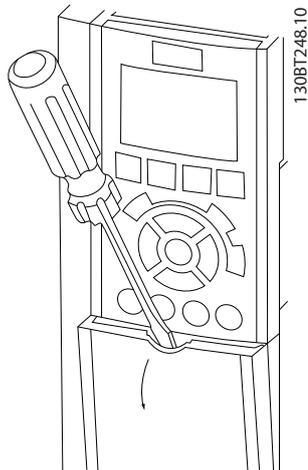

Abbildung 2.9 Zugriff auf Steuerklemmen in den Gehäusen A2, A3, B3, B4, C3 und C4
- Entfernen Sie die Abdeckplatte mithilfe eines Schraubendrehers. Siehe *Abbildung 2.9*.